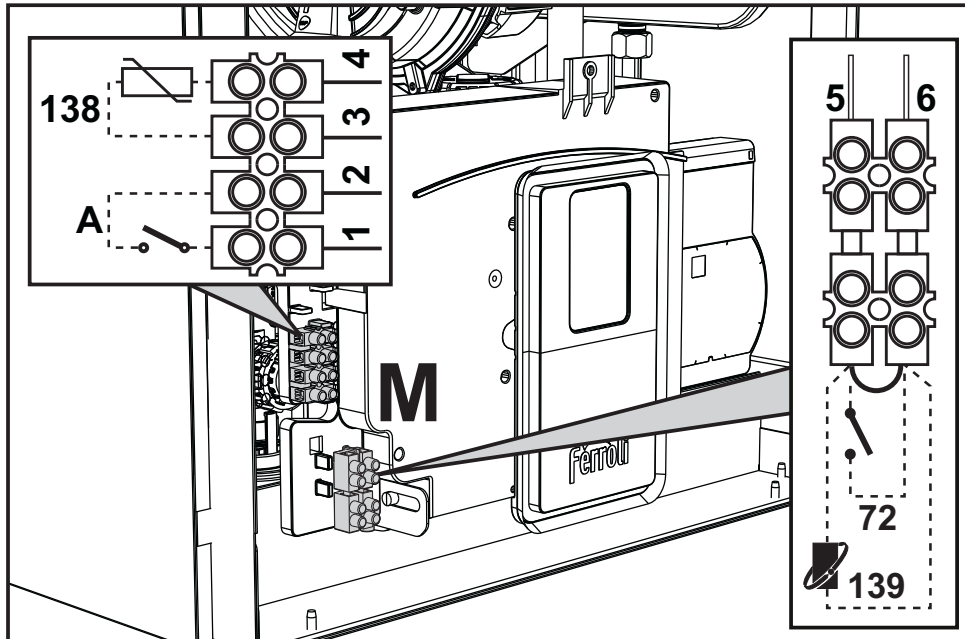

рис. 28
После снятия передней панели ("Открытие передней панели" на стр.35) можно получить доступ к клеммным колодкам (М) и предохранителю (F), следуя инструкциям, описанным ниже (и рис. 28). Клеммы, указанные в рис. 28, должны иметь чистые контакты (не 230 В). Расположение зажимов и их назначение показаны также на электрической схеме на рис. 63.
Конфигурация выключателя ON/OFF (А рис. 28)